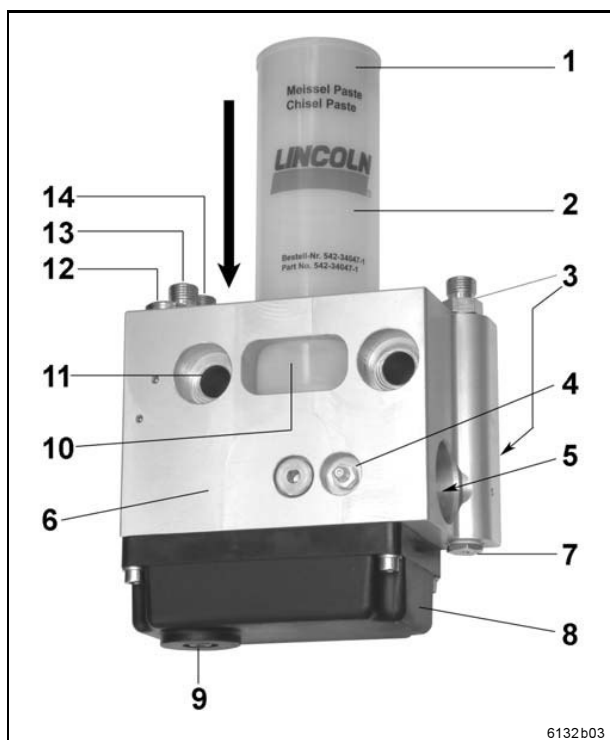
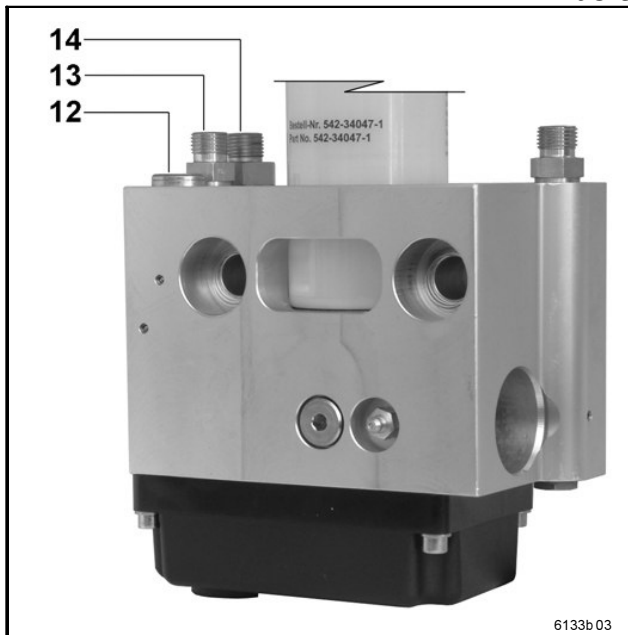
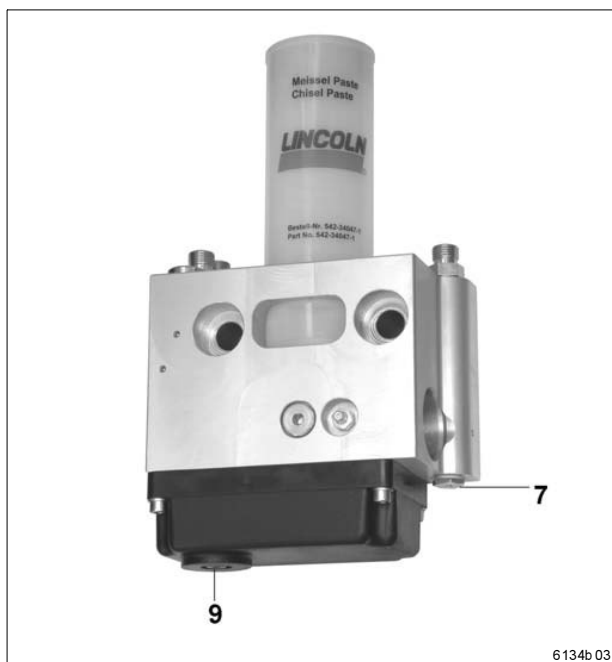

Abb. 1 Teile der hydraulischen Schmierpumpe HTL 101
Abb. 2 Ölschlüsse der Pumpe HTL 101
Abb. 4 Funktionskontrolle
- besitzt eine optisch angezeigte Fettstandskontrolle durch den Stand des Folgekolbens. Steht der Folgekolben auf der Leerstandsposition der Kartusche 10 (Abb. 1), ist die Kartusche auszuwechseln.
- über den Druckanschluss 14 (P), Abb. 2
- über den Rücklaufanschluss 13 (R) zum Hydrauliksystem des Trägergerätes zurück.
Ein am Schrittmotor angebrachter Antriebsstift versetzt die Exzenterwelle 9 (Abb. 1) mit dem Exzenter über einen Freilauf in Drehbewegung. Das Pumpenelement wird dadurch zum Fördern von Schmierstoff veranlasst. Über die verstellbare Einstelldrossel 12 (Abb. 2) lässt sich die Durchflussmenge des Hydrauliköls verändern. Damit verändert sich auch die Fördermenge der Pumpe. Die Drossel wurde mit einem Raster versehen. Dabei entsprechen 16 Rasterschritte einer Umdrehung.
- Öffnen Sie die Abdeckkappe 12 der Drossel (Abb. 2).
Prüfen Sie zuerst, ob der Druckanschluss P (14, Abb. 2) drucklos ist. Die Exzenterwelle darf sich nicht mehr drehen (siehe Abb. 4)!
Zur Funktionskontrolle dient die Excenterwelle 9 (Abb. 4) an der Gehäuseabdeckung. Dreht sie sich im Uhrzeigersinn, so fördert das Pumpenelement Schmierstoff.